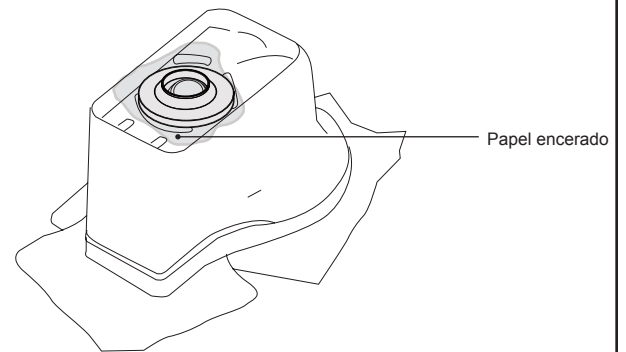

Figura 4
**3** Coloque un pedazo de papel encerado sobre el anillo de cera y pulse el anillo de cera firmemente en su lugar (Figura 4).